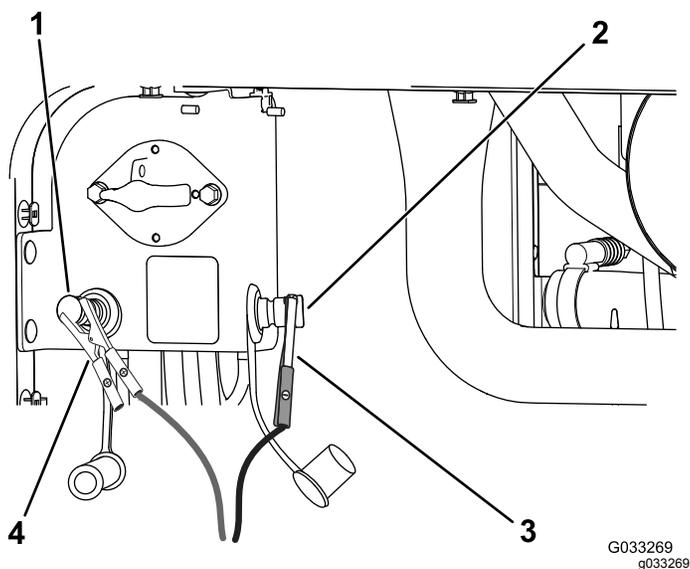

Figura 116
4. Collegate il cavo di avviamento positivo (+) al polo di avviamento positivo (Figura 116).
5. Collegate il cavo di avviamento negativo (-) al polo di avviamento negativo (Figura 116).
negativo (-) dal polo di avviamento negativo e che, successivamente, scollegi il cavo di avviamento positivo (+) (Figura 116).